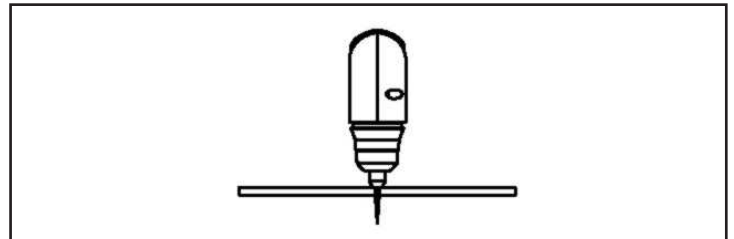

Abb. 19
- Beenden Sie das Bohren aus der Schnittlinie und schneiden Sie dann weiter auf der Linie. Halten Sie den Brenner senkrecht zum Werkstück wenn Sie es durchgebohrt haben. Abb.19